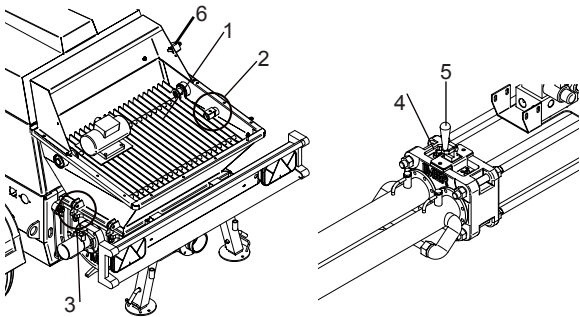

Fig. 18
Controle que la rejilla de protección (fig. 18, ref. 1) de la tolva esté bien fijada, que el dispositivo de seguridad en caso de apertura (fig. 18, ref. 2) funcione correctamente y que la descarga esté cerrada y bloqueada (fig. 3, ref. 1).
Controle que la tolva superior esté cerrada y las tuercas bien apretadas (fig. 18, ref. 3).
Controle que haya suficiente agua en el depósito (fig. 18, ref. 4) y, si es necesario, añada más; si falta agua, los pistones de bombeo sufrirán daños irreparables en poco tiempo.
⚠ Cuando la rejilla de la tolva se abre, todos los componentes en movimiento se detienen. Compruebe siempre que los dispositivos de protección funcionen correctamente; en este caso, se trata del dispositivo de seguridad eléctrica (fig. 18, ref. 2) y del dispositivo de seguridad mecánica (fig. 18, ref. 6).